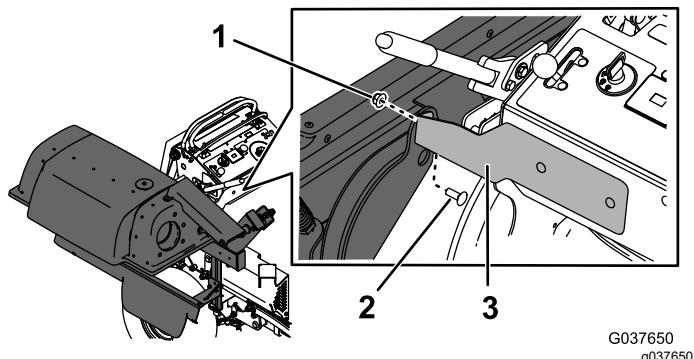

Figura 16
- Sujete el bastidor del ensacador al soporte de montaje delantero con un perno de cuello cuadrado ($\frac{3}{8}$ " x 1") y una tuerca ($\frac{3}{8}"), según se muestra en Figura 16.$